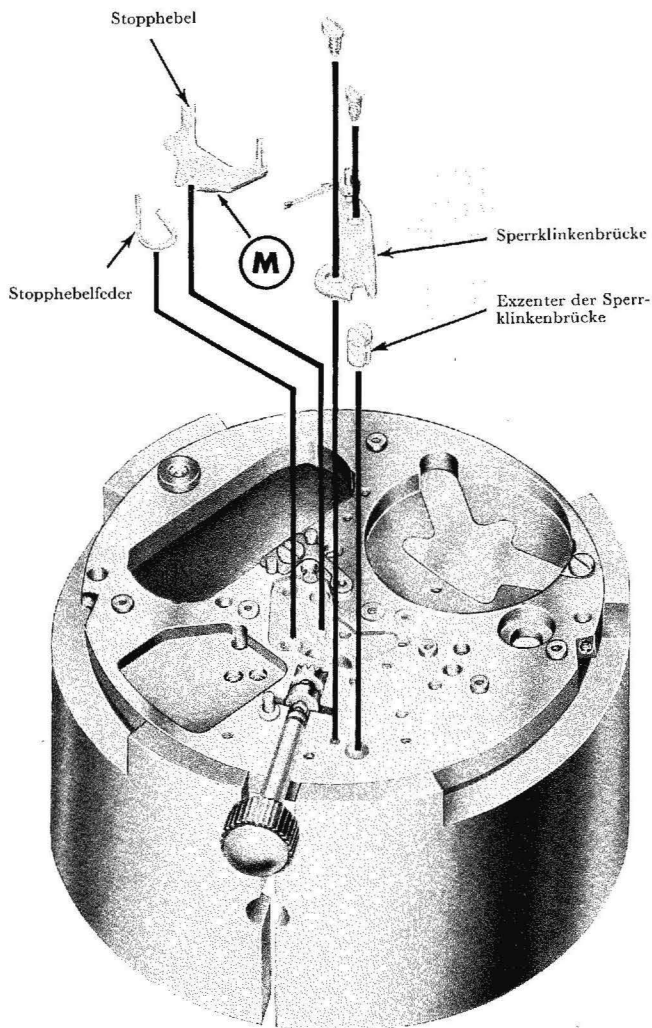

Fig. 36
- b. Stopphebelfeder einsetzen, wobei der kürzere Arm beim Hebel liegen soll (siehe Fig. 36).
- c. Zapfen der Welle für Zeigerstellung an seinem Berührungspunkt mit dem Stopphebel schmieren (M). Nur sehr wenig Schmiermittel geben.